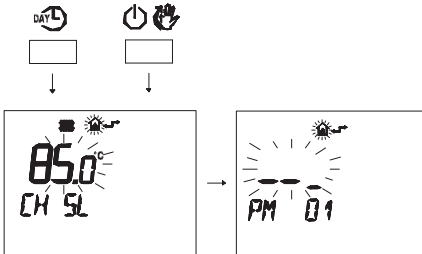

Figura 5.41
- Premere contemporaneamente i pulsanti DAY^L e per entrare nella programmazione trasparente (Figura 5.41).